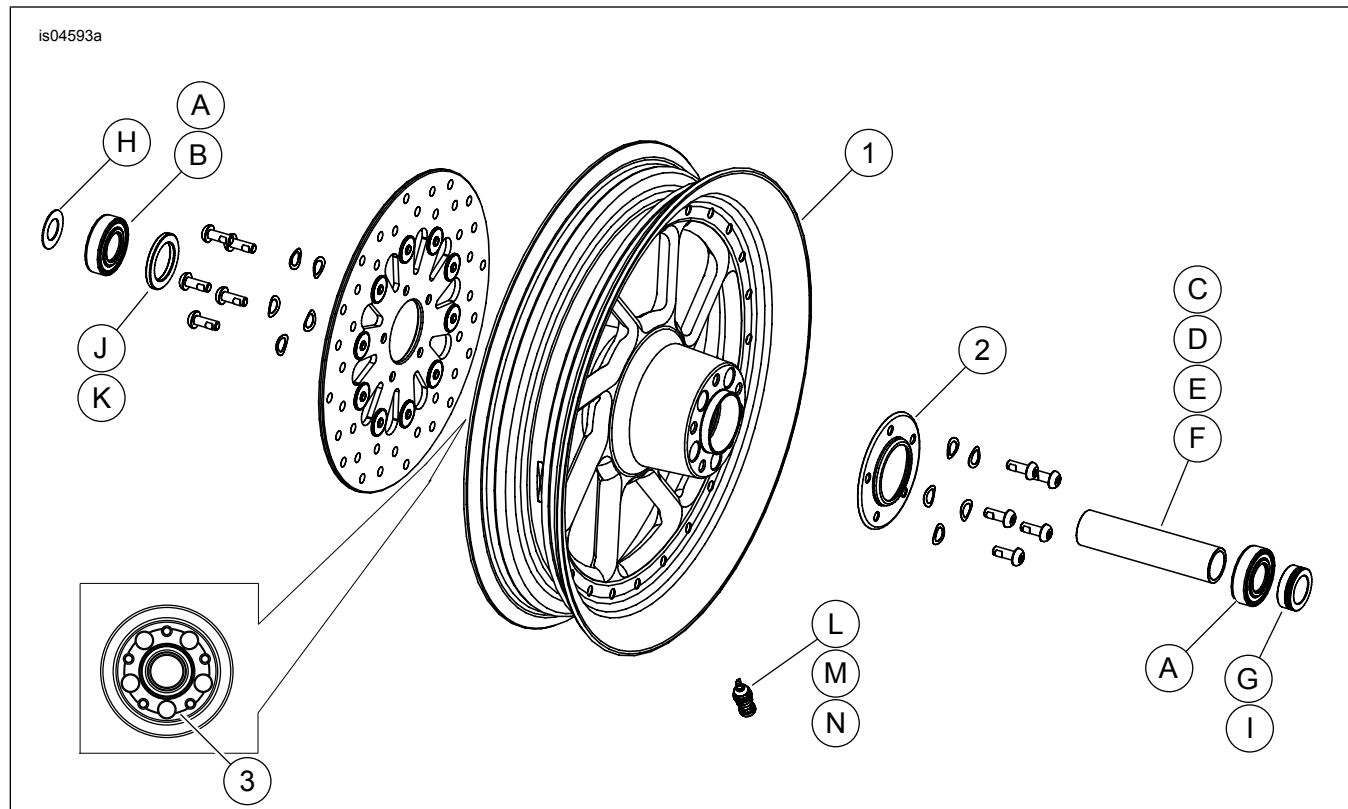

Abbildung 2. Ersatzteile: „Road Winder“-Vorderrad (16-Zoll-Rad abgebildet)
- Siehe Abbildung 2. Die Ventilschaft-Baugruppe (L, M oder N) am Rad anbringen. Siehe REIFEN im Werkstatt­handbuch.